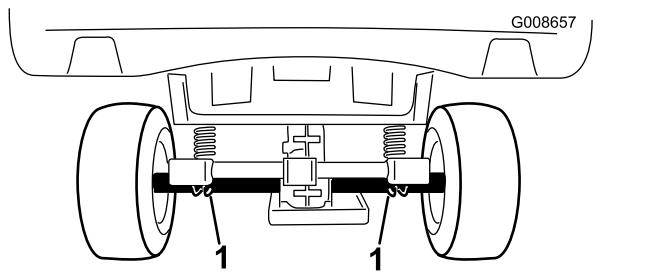

図 24
- ・ 車体後部のジャッキアップポイントはアクスルチューブの下側です **図 24**。